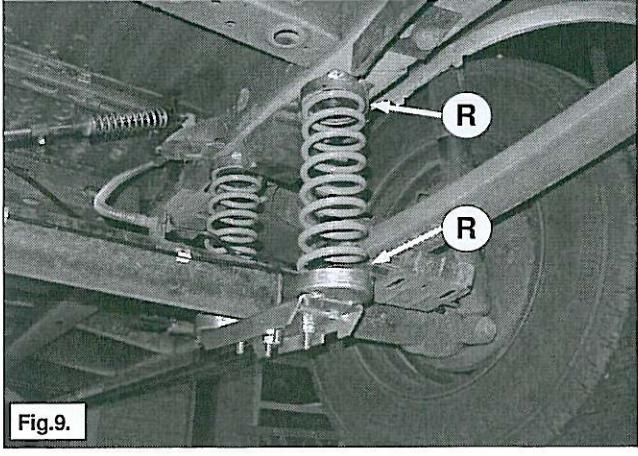

Fig.9.
- Hef de auto uit zijn veren. Plaats de rubbers R in de veerhouders en plaats de hulpsveer C onder goed in het slot op rubber R en druk de hulpsveer krachtig in en plaats hem boven op rubber R. Zie fig. 9.
- Jack up the car. Put the rubbers R into the spring seats and fit the auxiliary spring C on rubber R pay attention that the end of the coil stands correctly on rubber R spring, fit it in the upper seat by pulling it down wards and placing it in the upper spring seat. See fig. 9.
- Heben Sie das Fahrzeug an. Montieren Sie die Gummis R in die Federhaltern und montieren Sie die Hilfsfeder C richtig auf Gummi R, ziehen Sie die Hilfsfeder nach unten und stellen Sie die Hilfsfeder am obere Seite in der Federhalter. Siehe Fig. 9.
- Soulevez le véhicule hors des ressorts. Placez les caoutchoucs dans les supports de ressort et montez le ressort auxiliaire C en le comprimant fortement dans la coupelle inférieure et en le plaçant dans la coupelle supérieure. Cf. fig. 9.
- Levante el vehículo de los muelles. Coloque las gomas en los soportes de muelle y monte el muelle auxiliar C, empujándolo en el disco inferior e introduciéndolo en el disco superior. Ver fig. 9.